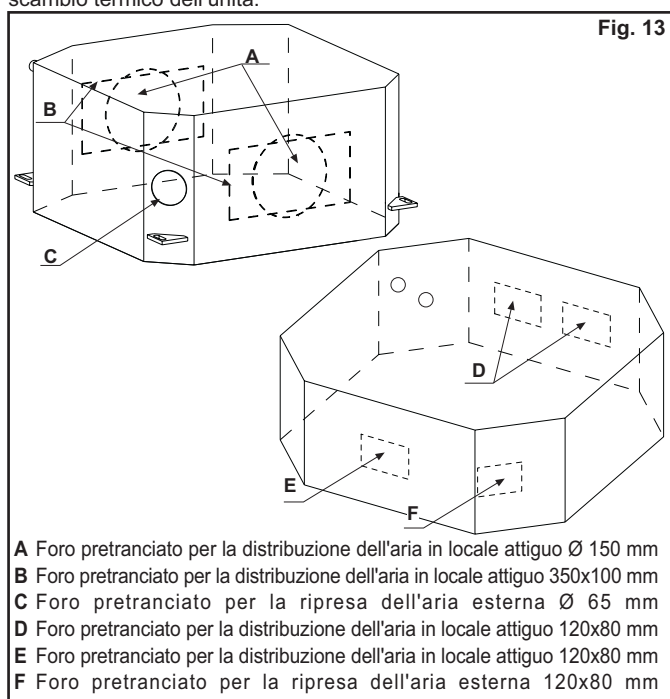

Fig. 13
- 2) Nel caso di installazione con valvole le bocchette d'aria verso il locale attiguo "D" (fig.13) sono inutilizzabili.